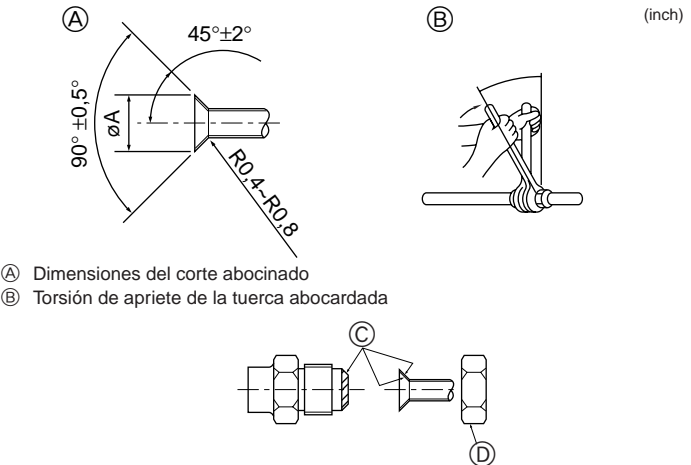

Fig. 4-2
(Fig. 4-2)
4.2. Tubos de conexión (Fig. 4-2)